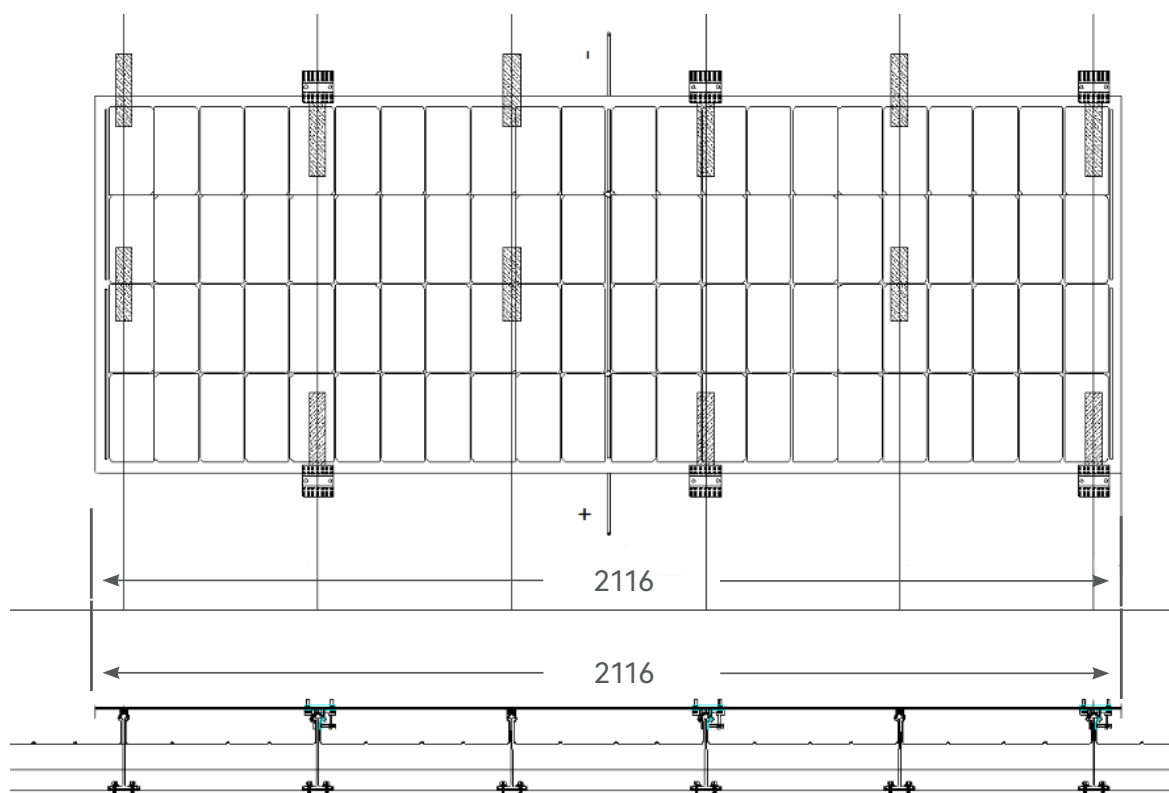

FIGURE 42
④ L'installation des autres produits se fait de la même manière que l'installation de la couverture en tuiles d'acier colorées de type "angle-chip" ;
- La dimension du porte-à-faux B doit être égale aux deux extrémités du produit et ne doit pas être supérieure à 200 mm (figure 42).